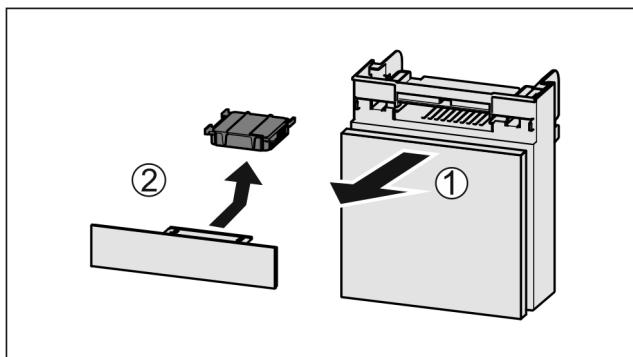

Fig. 55
- Vytiahnite zásuvku smerom dopredu *Fig. 55 (1)*.
- Vyberte aktívny uhlíkový filter *Fig. 55 (2)*.